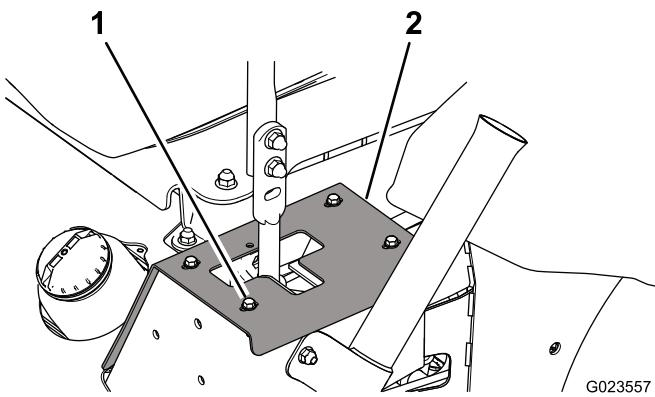

Figure 63
- Pour accéder aux boulons de fixation de l'amortisseur, retirez les boulons qui fixent les plaques de butée au cadre (Figure 63).